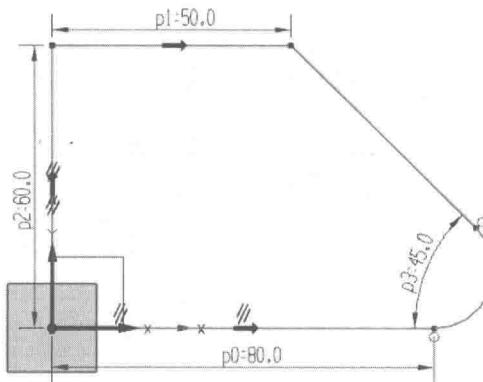

图 1-1-7 添加尺寸约束
(4) 添加尺寸约束。在【草图工具】工具条中选择 Ft （自动判断尺寸）按钮，按照图 1-1-7 所示的尺寸进行标注， $p0=80$, $p1=50$, $p2=60$, $p3=45$ ，此时草图曲线全部转换成绿色，表示已经完全约束。